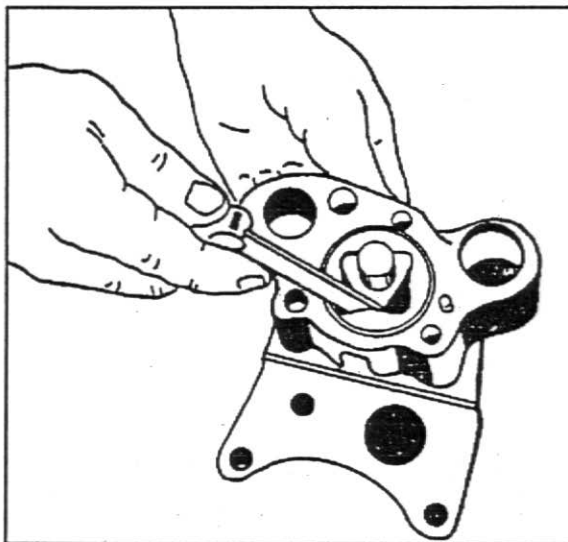

Fig. 9
2. Monte os rotores na carcaça da bomba. Verifique a folga entre os rotores interno e externo: (S4) 0,025 - 0,076 mm ou 0,0010 - 0,0030 pol; (S4T/S4T Plus) 0,038 - 0,133 mm ou 0,0015 - 0,0052 pol, fig. 9.